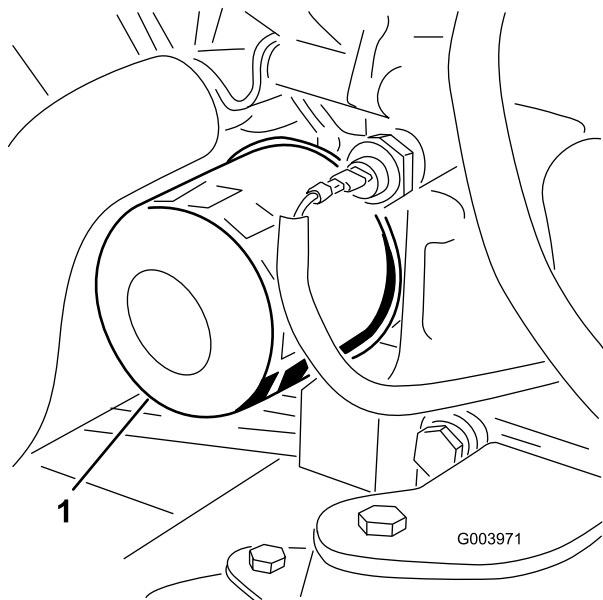

Bild 64
- Entfernen Sie den Ölfilter (Bild 64).